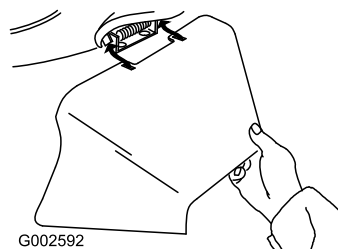

Figure 25
3. Montez l'éjecteur latéral et rabattez le volet sur l'éjecteur (Figure 25).